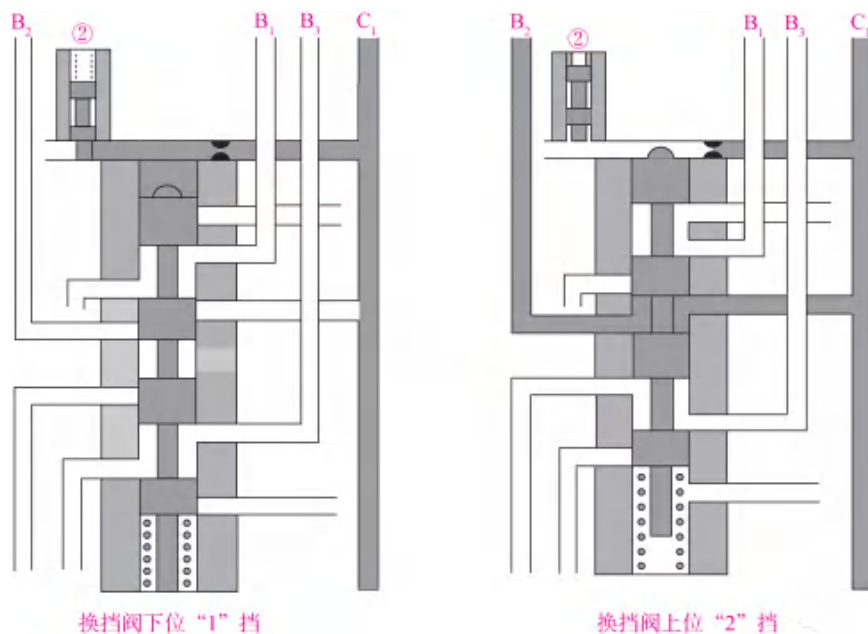

图 3-4 换挡阀的工作过程
如图 3-4 所示,当 ECU 不对电磁阀②通电时,管路压力作用在阀芯上端,迫使阀芯下移,离合器 C_1 工作,变速器处于 1 挡。当 ECU 对电磁阀②通电时,作用在阀芯上端的管路压力由电磁阀②排放掉,阀芯在弹簧力作用下上移,打开制动器 B_2 的油路使其工作,变速器换入 2 挡。